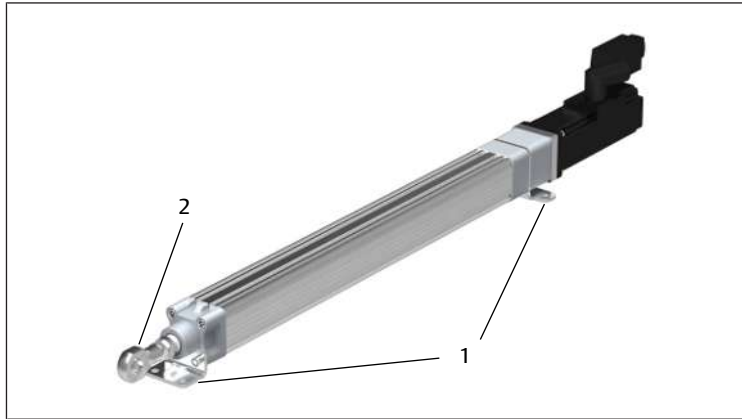

Abb. 9: Gelenkkopf und Einbaubehör festschrauben
- Gelenkkopf (2) und Einbaubehör (1) an der Maschine bzw. Anlage festschrauben. Siehe → Abb. 9. Maße der Bohrlöcher für die Befestigungsschrauben. Siehe Online-Katalog.